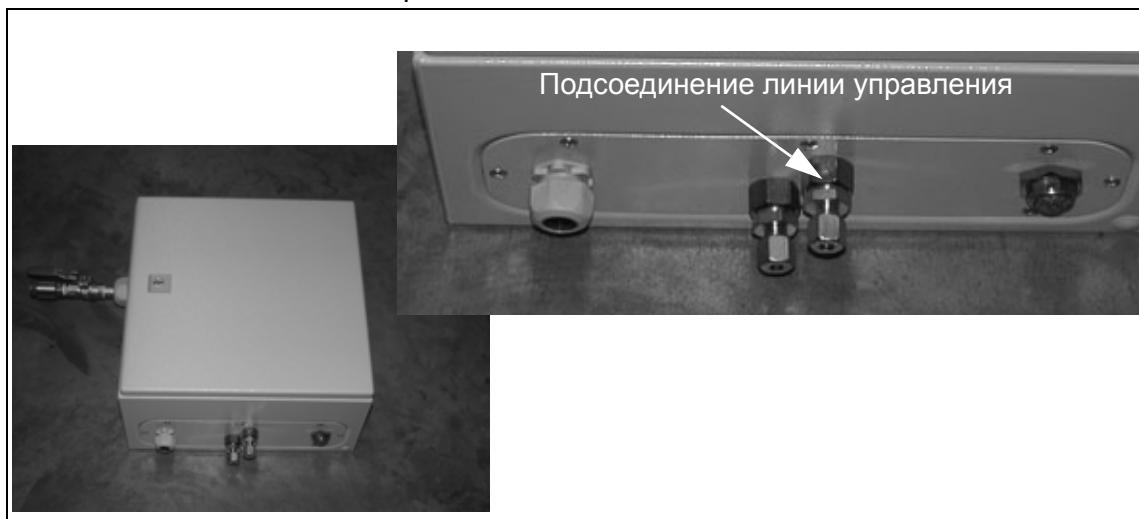

Рис. 8: Шкаф электромагнитных клапанов (изображение для двух воздушных пушек)
5. Снять с соединения для наполнения воздушной пушки шестигранный болт с потайной головкой на клапане (см. рис. 8).
- Подсоединить центральную линию подачи воздуха к клапану Hurricane в месте соединения А (рис. 8).